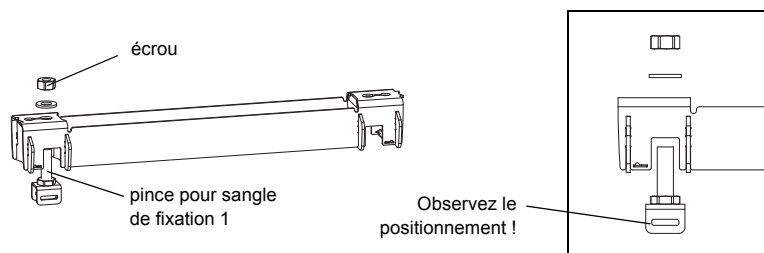

Fig. 9.18: Rail avec pince pour sangle de fixation
- Placez une pince pour sangle de fixation dans le rail en observant la disposition de la pince (voir pince pour sangle de fixation 1 en Fig. 9.18).